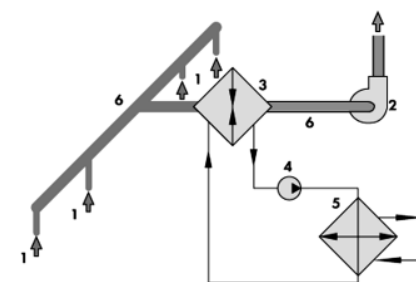

рис. 2
Система (рис.2) решена следующим образом. Из вентиляционных шахт (1) удаляемый воздух собирается в коллектор (6) и из него вытяжным вентилятором (2) прогоняется через теплообменник-утилизатор (3), охлаждается и выбрасывается в атмосферу. Теплообменник-утилизатор связан с испарителем теплового насоса (5) промежуточным контуром при помощи циркуляционного насоса (4). От конденсатора теплового насоса полезное тепло отводится в систему горячего водоснабжения.
В журнале "Конструктор" 7-8/2003 была опубликована статья А.Л. Кульского «FM-приемник-малютка для летнего отпуска». По досадному недосмотру автора на принципиальной электрической схеме преобразователя напряжения (рис.2) не были указаны значения некоторых номиналов резисторов.